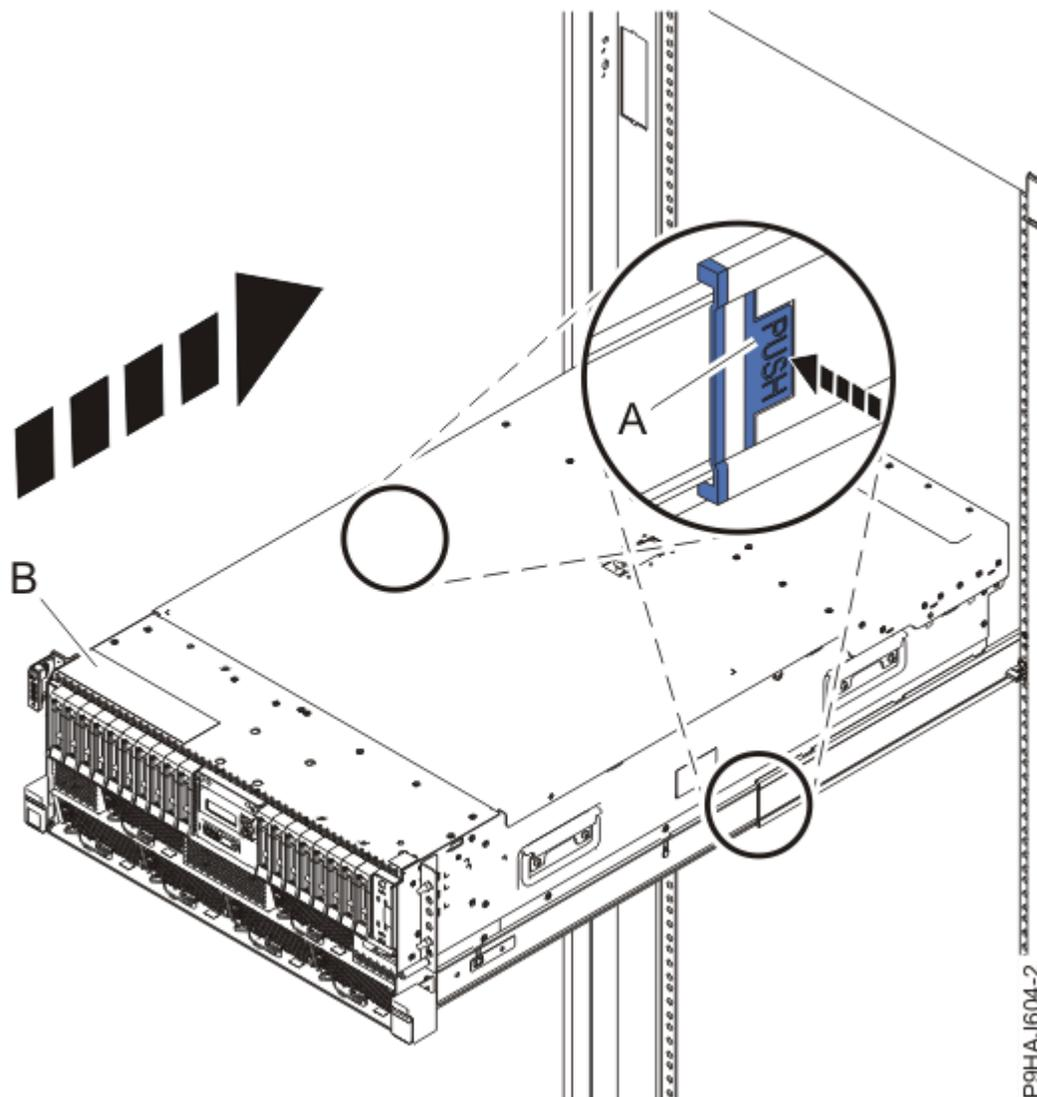

図 40. システムの操作位置への設置
3. ラック・マウント型システムの場合、青色のレール安全ラッチ (A) を、46 ページの図 40 に示されているように内側に押してアンロックします。